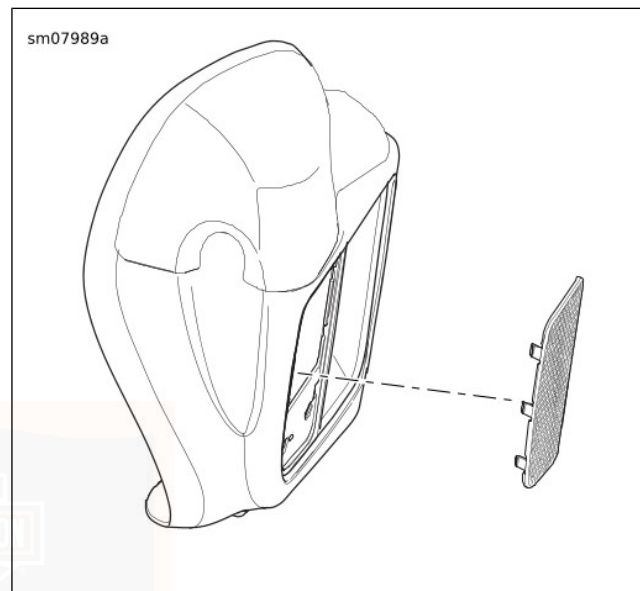

Figure 63. Panneau de grille du carénage inférieur
1. Voir Figure 63. Retirer la grille extérieure du carénage inférieur.